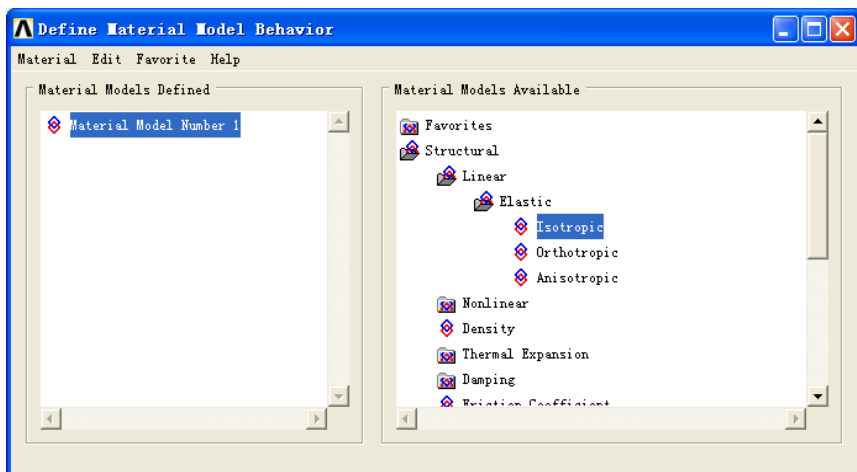
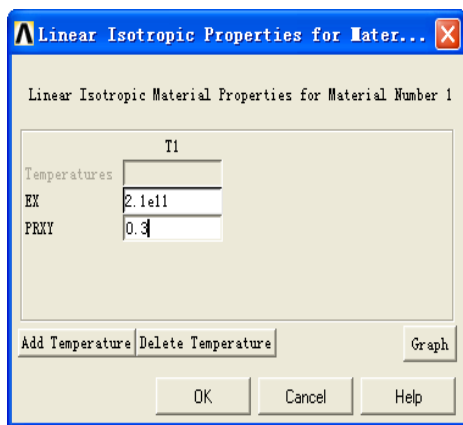
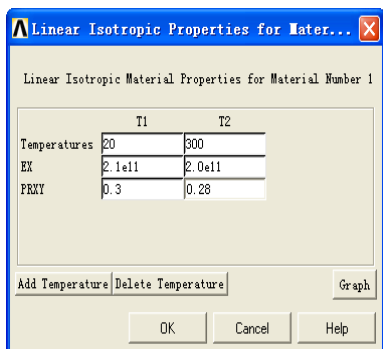
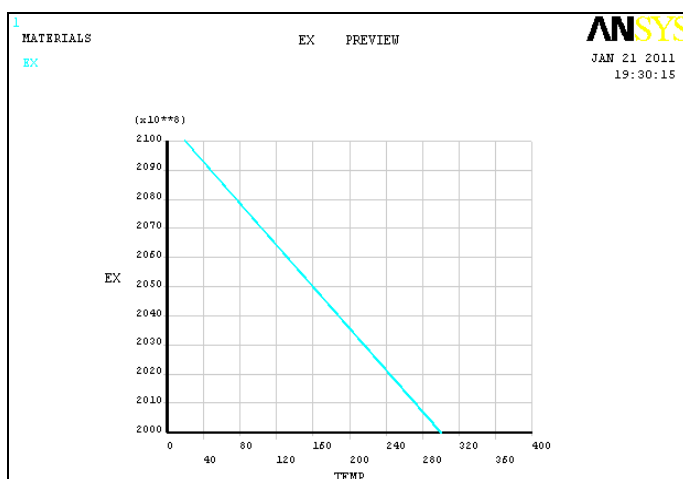

图 2-43 “Define Material Model Behavior”对话框
图 2-44 “Linear Isotropic Properties for Material Number 1”对话框
图 2-45 “Add Temperature” 选项卡
图 2-46 图形显示材料属性曲线
(1) 依次单击: Main Menu→Preprocessor→Material Props→Material Models, 弹出“Define Material Model Behavior”对话框, 如图 2-43 所示。选择该对话框右列表框中的 Structural→Linear→Elastic→Isotropic 选项, 弹出“Linear Isotropic Properties for Material Number 1”对话框, 如图 2-44 所示。在“EX”选项的输入栏中输入弹性模量为“ $2.1\text{e}11$ ”, 在“PRXY”选项的输入栏中输入泊松比为“0.3”。
(2) 在图 2-44 中, 单击“Add Temperature”选项卡, 如图 2-45 所示。进行随温度变化的弹性模量和泊松比设置, 单击“Graph”按钮, 可以用图形显示所定义的材料属性曲线, 如图 2-46 所示。